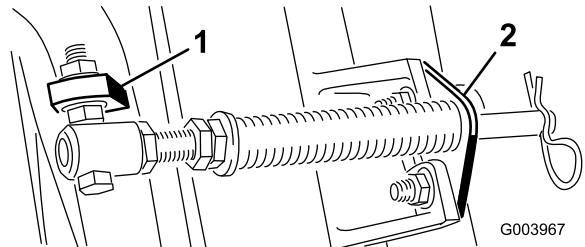

图5
- C. 将弹簧管栓安装到承载架的另一个凸耳上，并使用凸缘螺母固定。如 图 5 所示，将螺栓头朝向凸耳外侧。
- D. 使用车身螺栓和螺母将杆支架固定到滚刀组凸耳上（图 5）。